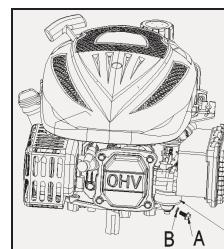
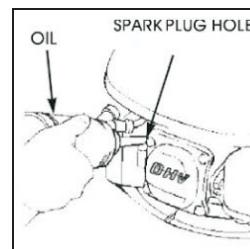

Abb. 13A
Abb. 13B
3. Nachdem das Benzin in den Behälter gelaufen ist, installieren Sie wieder die Ablassschraube und die Unterlegscheibe. Ziehen Sie die Ablassschraube sicher fest. (Siehe Abb. 13A/Abb.13B)